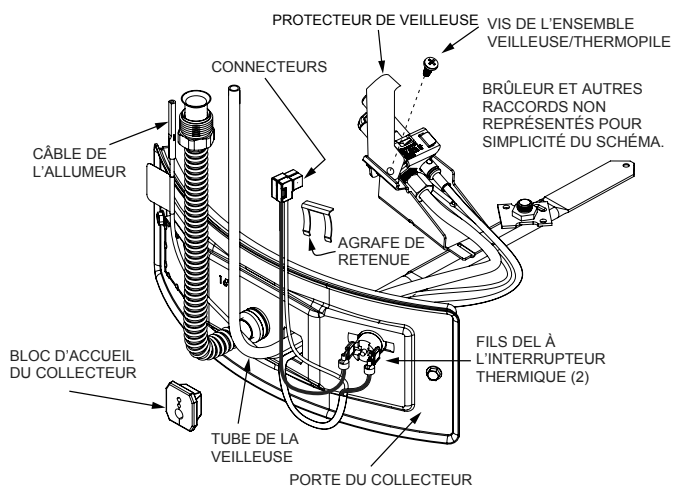

FIGURE 23.
2. Enlever la vis qui retient l'ensemble veilleuse/thermopile et le protecteur de la veilleuse au support de la veilleuse et garder pour utiliser de nouveau plus tard (Figure 23). **IMPORTANT** : NE PAS enlever l'orifice.
3. Enlever la vis qui retient l'ensemble veilleuse/thermopile au support de la veilleuse et garder pour utiliser de nouveau plus tard (Figure 23).
4. Lever directement l'agrafe de retenue de l'arrière du bloc d'accueil du collecteur (à l'aide d'un tournevis à lame plate), puis retirer le bloc d'accueil du collecteur de la porte du collecteur (Figure 23). **IMPORTANT** : Faire attention de ne pas plier ou modifier la forme du tube de la veilleuse. Il sera utilisé comme gabarit pour le nouvel ensemble de veilleuse. Notez l'emplacement/ordre des fils dans le bloc d'accueil du collecteur.
7. Acheminer le nouveau tube de la veilleuse, le fil de l'allumeur et la thermopile à travers l'ouverture dans la porte du collecteur. Voir Figure 23.